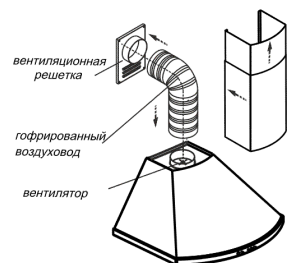
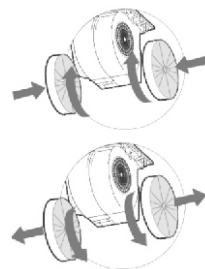

рис. 7
рис. 8
6.3. В зависимости от режима эксплуатации кухонной вытяжки соедините вентилятор с вентиляционной решеткой полужестким гофрированным воздуховодом (рис. 7) или установите на вентилятор угольные фильтры (рис.8).
Угольные фильтры устанавливаются на защитные корпуса вентилятора путем легкого нажатия и поворота (рис.8).
6.4. Установите фальштрубы (рис. 7).